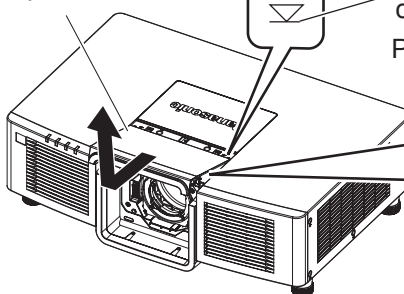

Figura 2
2) Extraiga la cubierta superior deslizante. (Figura 2)
7) Instale la cubierta superior deslizante. (Figura 2)